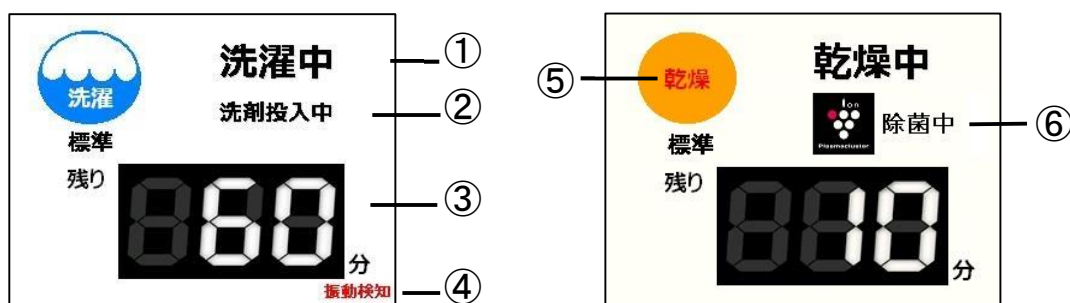

図 7-2
7. 1. 2 運転中の画面(図 7-2)
- ① 現在の工程が表示されます。
- ② 洗剤・助剤の投入状態が表示されます。
- ③ 残りの運転時間が表示されます。
- ④ 振動検知スイッチが作動していると表示されます。(7. 1. 7参照)
- ⑤ 乾燥工程時、乾燥中は乾燥が赤文字になります。
- ⑥ 乾燥運転時にプラズマクラスターイオンが供給され、槽内にイオンを放出して衣類を除菌※します。
振動検知スイッチが作動している時に、図 7-2 のように画面の中に赤字で“振動検知”と表示されます。
運転中の画面(図 7-2)を長押ししてメイン画面に移動します。その後、試運転画面に移動します。試運転画面で「**停止**」を2回押すことで、機械を完全停止できます。(図 7-22)